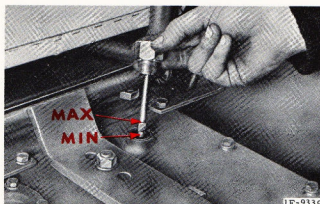

Fig. 27. - Bouchon de jauge
1. Démontez les quatre vis fixant la crépine au bloc de relevage. Retirez la crépine en prenant soin de ne pas la détériorer. Nettoyez-la dans du pétrole propre et essuyez-la (fig. 27).
2. Faites le plein jusqu'au trait supérieur de la jauge du bouchon de remplissage (fig. 27).